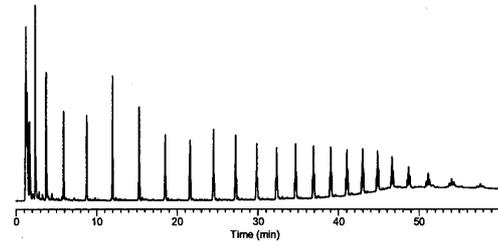
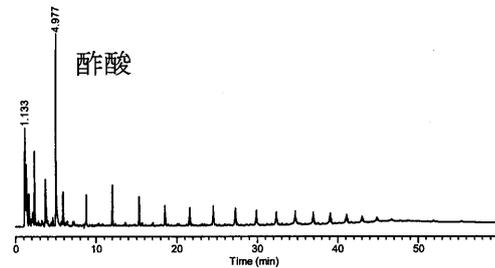
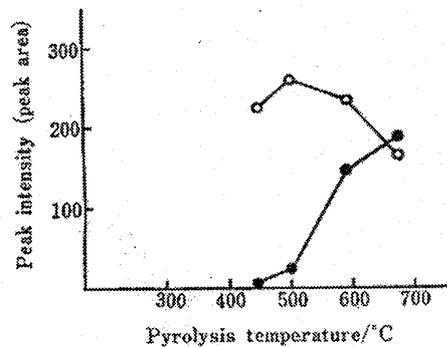

図 1 PE のパイログラム (590°C)
図 2 EVA のパイログラム (590°C)
図 3 PE 及び PVA の熱分解生成物と熱分解温度の関係
個別規格は材質により決定される。食品衛生法では共重合物の場合の材質は、基ポリマー中の含量率が 50% 以上のものとしている。エチレン酢酸ビニル共重合物 (EVA) はポリエチレン (PE) より軟らかく開閉しやすいため食品保存容器のふたなどに使われる。この場合、エチレン含量が 50% 以上であれば PE とされ個別規格 (蒸発残留物量) が適用されるが、50% 以下であればポリ酢酸ビニル (PVA) とされ一般規格のみとなる。しかし食品衛生法には含有量測定法が記載されていないため、熱分解 GC により検討した。図 1 は PE の熱分解ガスクロマトグラム (パイログラム) である。主鎖のランダム開裂により規則的なピークが出現する。図 2 は EVA のパイログラムであり、PE の分解生成物に加え酢酸のピークが認められる。エチレン連鎖の出現を抑え酢酸を多くして測定しやすくするため、PE と PVA の熱分解温度を検討した。その結果、図 3 のように 500°C で酢酸の生成量